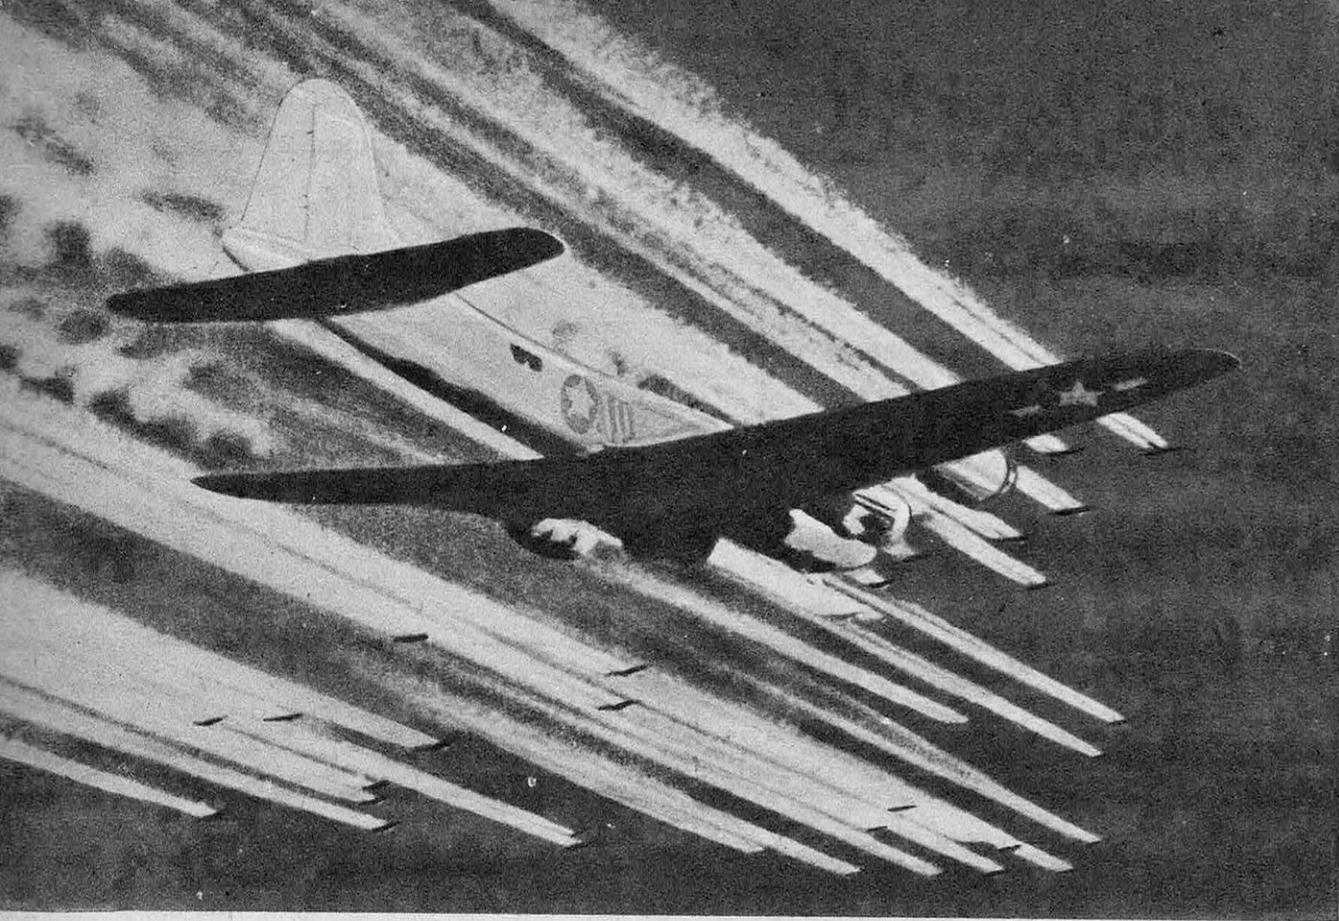

FIG. 10. — TRAINÉES DE GLACE PROVOQUÉES PAR L'ÉCHAPPEMENT D'AVIONS VOLANT A 6 000 M PAR — 14° C
On peut espérer d'abord qu'il se formera dans cet échappement d'air froid la même traînée de glace que l'on remarque à même altitude dans l'échappement sursaturé en humidité d'un moteur (fig. 10) (1). On peut, s'il le faut, provoquer cette cristallisation à bord de l'avion dans un dispositif de givrage artificiel dont le dégivrage mécanique continu débiterait des cristaux de glace assez gros. Peut-être même peut-on
(1) Une autre explication de ces traînées est l'ionisation de l'échappement, les ions servant de noyaux pour la formation rapide de cristaux. Voir : « D'où viennent les traînées nuageuses dans le sillage des avions ? » (Science et Vie, n° 318, février 1944.)